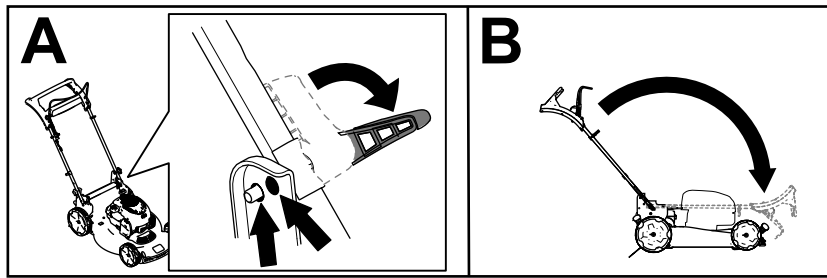

Figura 19
2. Decuplați închizătoarele mânerului până ce puteți mica mânerul superior liber (A din Figura 19)
3. Pliai mânerul în față, către poziia înainte completă (B din Figura 19).